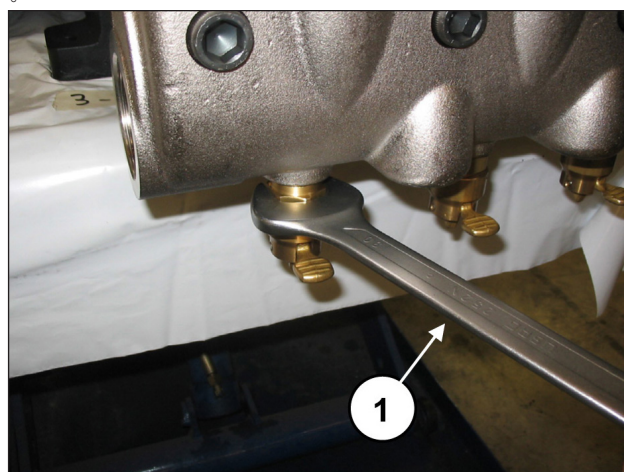

图 107
拧松阀门打开装置, 可使用30毫米的扳手(位置①, 图 107)。